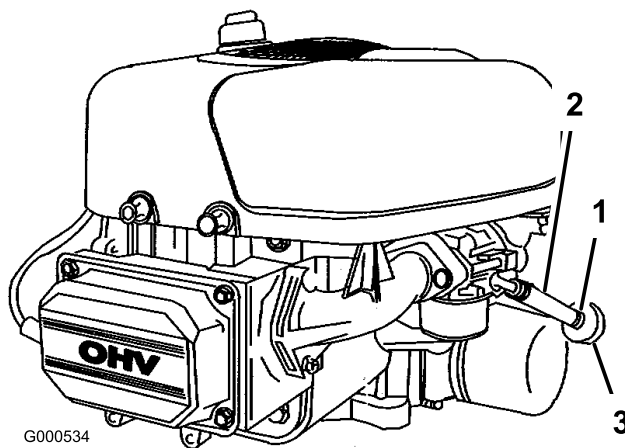

Figura 40
5. Allentate la fascetta stringitubo e spostatela in alto sul tubo del carburante, lontano dalla valvola di intercettazione del carburante (Figura 40).
6. Togliete i tubi del carburante dal filtro del carburante (Figura 40).
8. Collegate la linea del carburante al filtro del carburante. Infilate la fascetta vicino al filtro del carburante, per fissare il tubo del carburante (Figura 40).
4. Premete le estremità delle fascette stringitubo ed allontanatele dal filtro (Figura 40).
6. Montate un nuovo filtro ed avvicinate le fascette stringitubo al filtro (Figura 40).